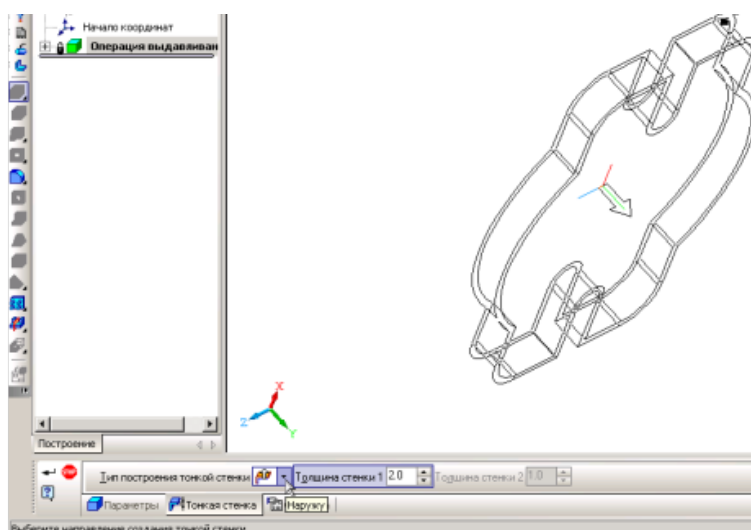
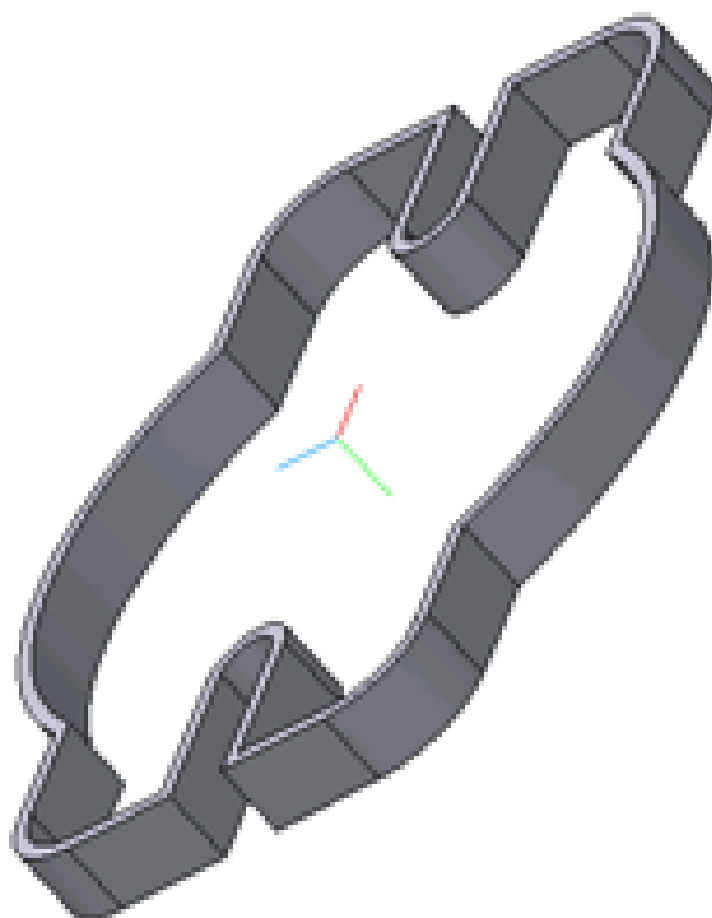

Рис. 3.1.15
Рис. 3.1.16
13. Встановіть величину тонкої стінки рівну 2 мм (рис. 3.1.15). Зображення такої деталі показано на рис. 3.1.16.